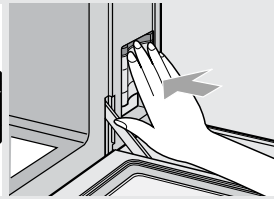

Figura 3
5. Instale el reservorio presionándolo con firmeza. (Figura 3)